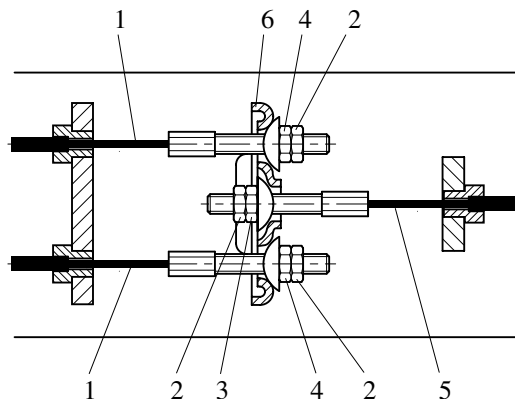
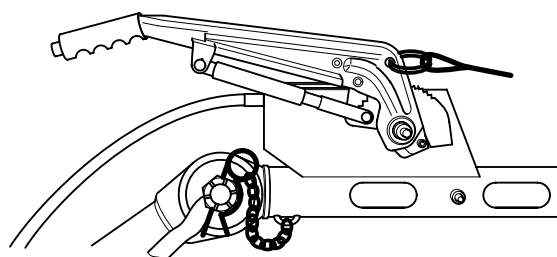

Fig. 5.7 Disposición del cable de freno
Fig. 5.8 Palanca del freno de mano hacia abajo - freno no accionado
Compruebe la posición del ecualizador (Fig. 5.7, 6) con el freno de estacionamiento accionado.
Extraiga el pasador de bloqueo (4). Elimine la holgura entre los cables de freno. Compruebe todas las tuercas de bloqueo (Fig. 5.7, 2).
1. Con la argolla de remolque extraída a la posición más externa y la palanca de freno de mano en la posición bajada (Fig. 5.8), afloje las tuercas de bloqueo (Fig. 5.7, 2). Gire las tuercas de ajuste y las tuercas del cable del freno (Fig. 5.7, 4) hacia la derecha hasta que no haya flojedad en el mecanismo de freno. El ecuador (Fig. 5.7, 6) debe permanecer perpendicular al cable de freno principal (Fig. 5.7, 5).
2. Aplique la palanca de freno de mano varias veces y repita el ajuste. Apriete las tuercas con sus tuercas de bloqueo (Fig. 5.7, 2). Retire el gato y los bloques.